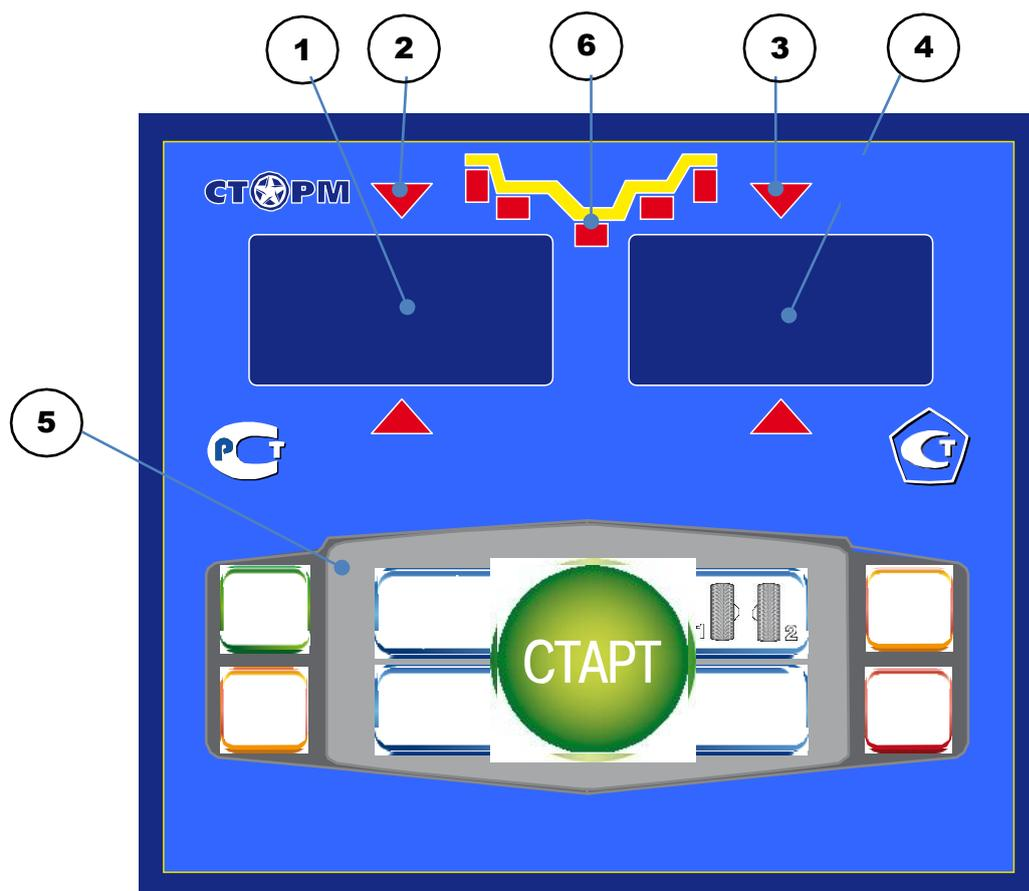

рис.8.1.
8.1. Общий вид лицевой панели показан на рис. 8.1.
При выдвигании штанги на индикаторах 1 (рис. 8.1) отображается значение параметра "А". Значение параметра "d" отображается на индикаторах 4.
Для ввода ширины нажмите кнопку "+" или "-" на индикаторах 1 (рис. 8.1) высветится "-b-", а на индикаторах 4 значение ширины диска. Через 2-3 сек после установки ширины индикаторы в режим отображения текущего дисбаланса.
Дважды нажать кнопку "A, d, b", после чего на индикаторах 1 (рис. 8.1) загорается символ "А", а на индикаторах 4 исходная величина дистанции. Нажимая кнопки "-" и "+" установить на индикаторах 4 требуемую величину дистанции. Через 2-3 сек после установки дистанции показания на индикаторах 1 и 4 возвращаются к отображению текущего дисбаланса, а кнопки "-" и "+" возвращаются в режим ввода ширины обода.
11.1. Переключение схем ALU1-ALU5 осуществляется последовательным нажатием кнопки "ALU" при этом схема установки грузов отображается загоранием соответствующих светодиодов 6 (рис.8.1), кроме того, на индикаторах 1 отображаются символы ALU, а на индикаторах 4 номер 1-5. Через 2-3 сек. после установки требуемой программы ALU индикаторы 1-4 переходят в режим отображения дисбаланса.
Эта функция обеспечивается тем, что каждый раз при вводе новых геометрических параметров и установке требуемой программы ALU, предыдущее состояние запоминается. Для перехода от одного набора параметров к другому необходимо нажать кнопку "1-2". Визуальный контроль того, какие параметры установлены в данный момент, осуществляется нажатием "A, d, b" на индикаторах 4 (рис.8.1) будут последовательно отображены, установленные в данный момент диаметр и ширина обода и дистанция.
14.1. При включении тумблера питания СБ на индикаторах 1 (рис. 8.1) высвечивается трёхзначное число -номер версии программного обеспечения. Через 2-3 сек на индикаторах 1 и 4 должны загореться нули, кроме того должны загореться светодиоды 6, что свидетельствует о включении режима стандартной балансировки с установкой на обеих плоскостях коррекции грузиков на пружинках. На светодиодах 2 и 3 (рис. 8.1) должны загореться оба светодиода.
14.2. При включении СБ программа измерения дисбаланса настраивается таким образом, что дисбаланс менее 8 г (заводская установка) на любой плоскости коррекции не показывается, в этом случае на индикаторах 1 и 4 (рис. 8.1) высвечиваются "0". Минимальный дисбаланс отображающийся на индикаторах 1 и 4 равен 8г. Дисбаланс, превышающий 8г, округляется до величины кратной 5, т. е. дисбаланс 9, 10, 11 и 12 г отображается цифрой 10, дисбаланс 13, 14,15, 16 и 17 г - цифрой 15 и т. д. Для просмотра неокруглённого значения дисбаланса или дисбаланса менее 8г. необходимо нажать кнопку "<", при этом на индикаторах 1 и 4 на 2-3 сек высвечиваются фактические значения дисбаланса, определённые в данном запуске.
14.5.1. Поднимите защитный кожух. Вручную поворачивайте колесо в направлении, которое показывают светодиоды 2 и 3 (рис. 8.1.) до тех пор, пока не загорятся оба светодиода и начнут мигать вместе с значением массы корректирующих грузов.
15.2.1. Войти в программу калибровки СБ, для чего нажать и удерживать кнопку "С". На индикаторах 1 и 4 (рис.8.1), появятся мигающие символы "CAL". После звукового сигнала символы "CAL" загорятся постоянно.